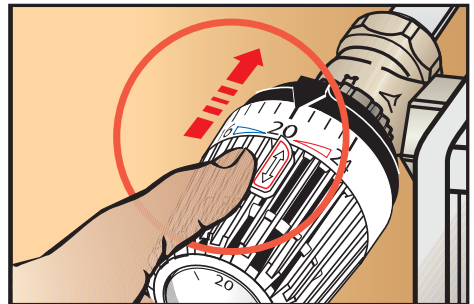

Abb. 7: Sparclip nach vorn schieben
- Den Sparclip **ganz nach vorn** schieben (Abb. 7).